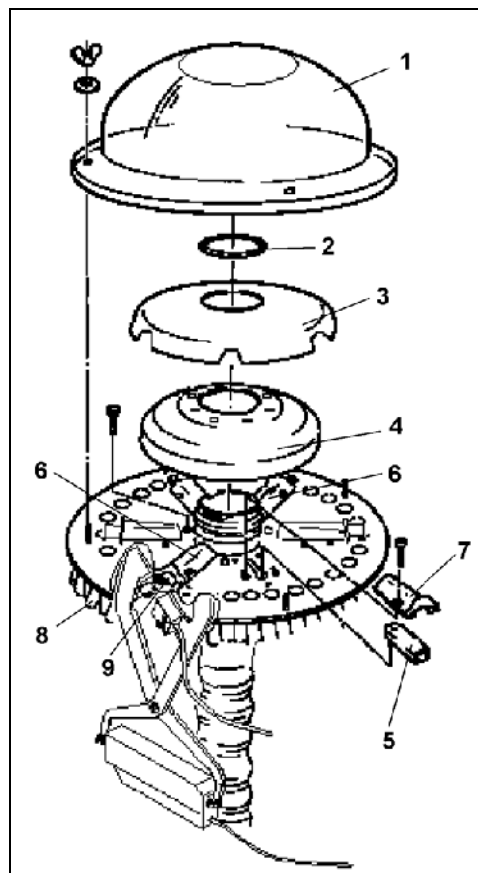

Fig. 70
Alla consegna della macchina la gestione delle piste è impostata sulla carreggiata del vostro trattore. Se, ad esempio in caso di acquisto di un trattore nuovo, dovesse essere necessario impostare la gestione delle piste sulla carreggiata del nuovo trattore, le tubazioni della semente (Fig. 70/8) sulla testa di distribuzione andranno scambiate fra loro. Durante questa fase, occorrerà provvedere a fissare i coltri delle piste agli scarichi che possono essere chiusi dalle serrande (Fig. 70/9).
- Smontare la calotta di distribuzione esterna (Fig. 70/1),
- l'anello torico (Fig. 70/2),
- la calotta di distribuzione interna (Fig. 70/3) e l'inserto in resina espansa (Fig. 70/4).
È possibile montare sino a 6 serrande. Sulla piastra di base occorre montare le serrande a due a due (Fig. 70/6), in posizione contrapposta. Per montare o smontare una serranda (Fig. 70/5), occorre rimuovere il tunnel delle serrande (Fig. 70/7).
Le serrande inutilizzate (Fig. 70/5) vanno semplicemente innestate ruotandole nei fori (posizione di parcheggio).